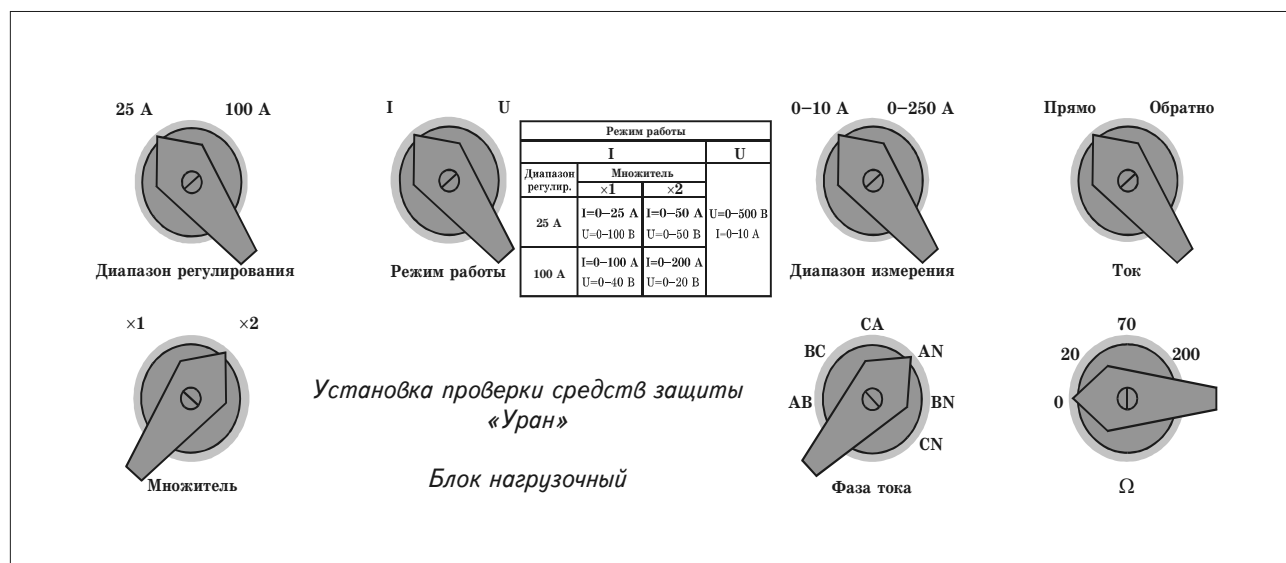

Рис. 4. Передняя панель блока нагрузочного.
6.3.1. К органам управления блока нагрузочного относятся переключатели, расположенные на передней панели (рис. 4).